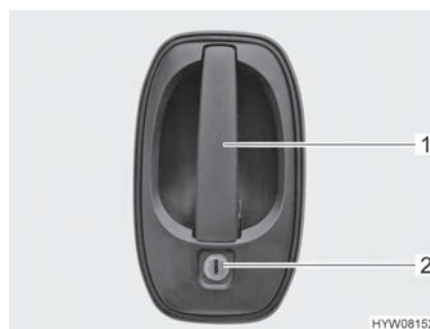

Fig. 30 Serrure de la porte (porte chauffeur/cellule à l'extérieur)
- Insérer la clé dans le barillet (Fig. 30,2) et la tourner jusqu'à ce que la serrure de la porte soit déverrouillée.
- Tirer sur la poignée de la porte (Fig. 30,1). La porte est ouverte.
- Insérer la clé dans le barillet (Fig. 30,2) et la tourner jusqu'à ce que la serrure de la porte soit verrouillée.